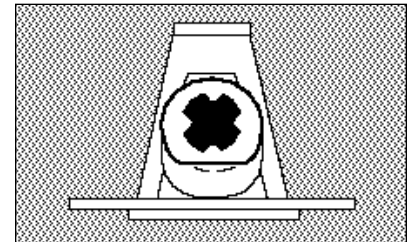

Abbildung 2
5. Zum Auswechseln der Düsen Messerklinge vorsichtig zwischen Düsenflansch und Düsenbasis schieben, Düse loshebeln und herausziehen. Neue Düse wie in **Abb. 2** gezeigt ausrichten. Neue Düsen sorgfältig in die Basis einschieben, bis der Flansch rundum abschließt. *Achtung Düsenöffnung nicht beschädigen, durch Beschädigungen wird die gleichmäßige Niederschlagsverteilung sowie die Wurfweite stark beeinträchtigt.*